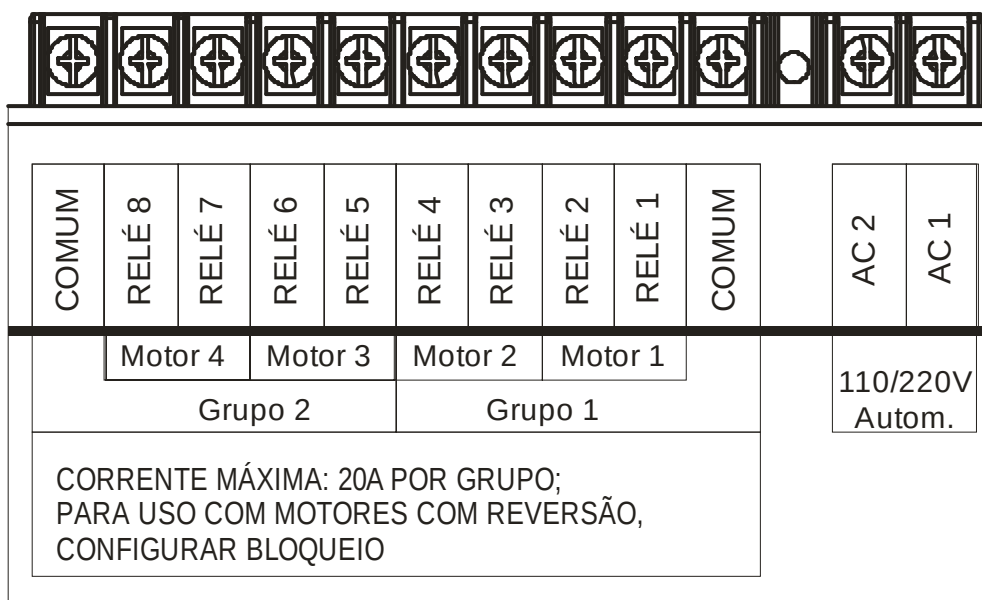

Figura 2 - Canais do módulo RDM8-AC.
- O módulo RDM8-AC tem 8 canais, mostrados na Figura 2.